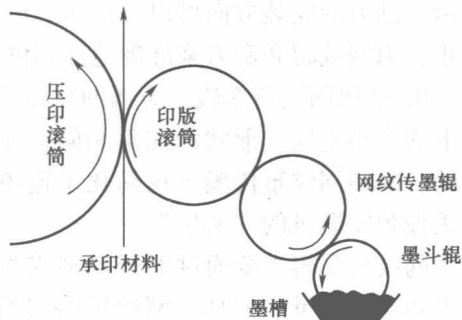

图 0-4 柔性版印刷机的印刷部分
(2) 印刷部分 如图 0-4 所示, 柔性版印刷机的每一印刷机组都是由印版滚筒、压印滚筒、供墨系统组成。
①输墨系统。柔性版印刷一般采用溶剂型油墨或水性油墨, 属于低黏度液体油墨, 不像凸印和胶印需要对墨层进行反复滚压和碾匀, 所以, 输墨装置比较简单。网纹辊的输墨系统, 也称为短墨路系统, 如图 0-4 所示, 主要由墨槽、墨斗辊、网纹传墨辊和刮刀 (图中未表示) 组成。